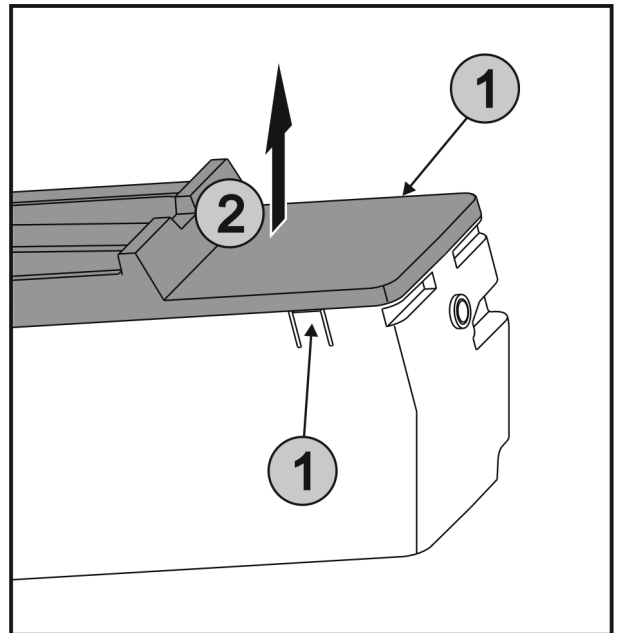

Fig. 40
- Premere contemporaneamente le linguette Fig. 40 (1) su entrambi i lati di EasyTwist-Ice e rimuovere la copertura sollevandola verso l'alto Fig. 40 (2).